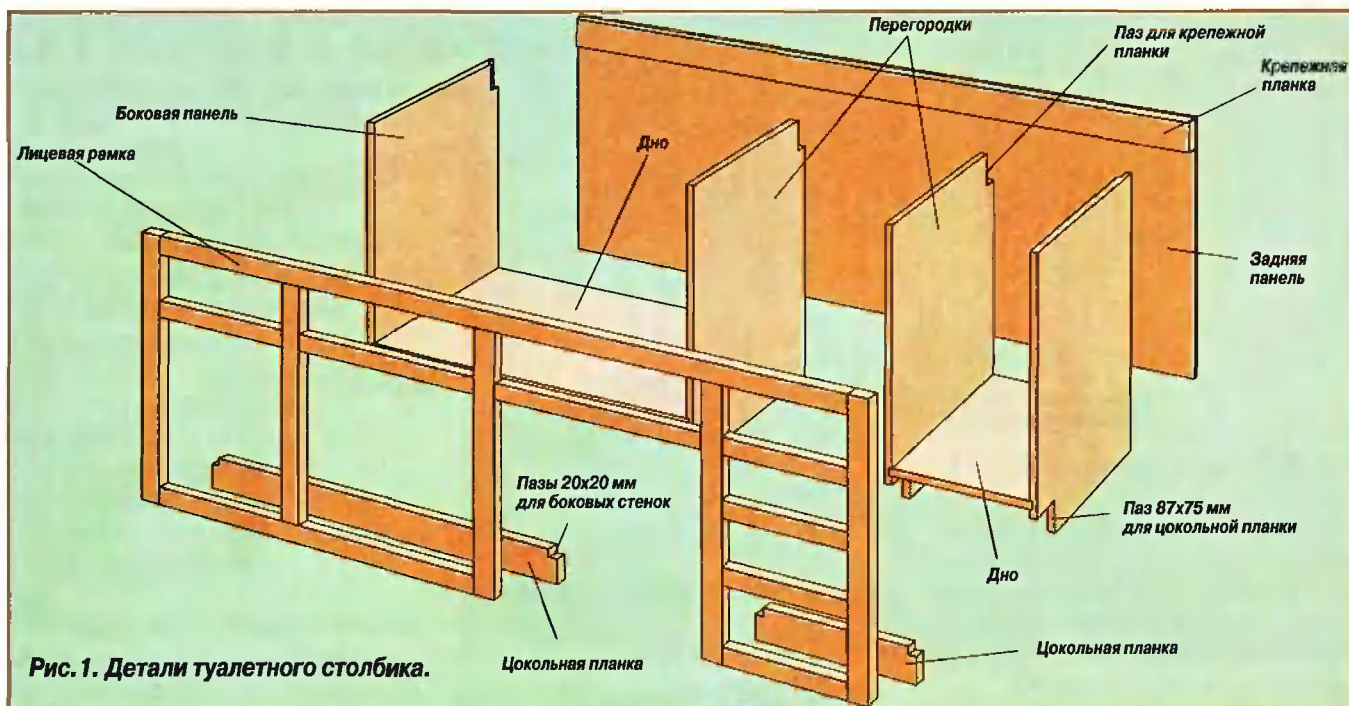

Рис. 1. Детали туалетного столбика.
1. По размерам, указанным в таблице, выпиливают боковые панели, днища, перегородки, заднюю панель, крепежную и цокольные планки. Затем в нижнем переднем ребре боковых панелей и перегородках выпиливают паз для цокольной планки (рис. 1), а в верхнем заднем ребре перегородок — паз для крепежной плиты (рис. 2 и 3).
2. На заднем ребре боковых панелей выбирают фальц 6х10 мм (см. рис. 2) и стамеской расширяют его верхнюю часть под крепежную планку до 25 мм. На боковых панелях и перегородках выбирают паз 20х6 мм (см. рис. 2 и 3). На рис. показано по одной боковой панели и перегородке. Вторая боковая панель — зеркальное отражение первой, а на второй перегородке паз расположен с другой стороны (см. рис. 1).
5. Выбирают пазы на цокольных планках и крепят их на место на клею и отделочными гвоздями 40-мм (см. рис. 1).